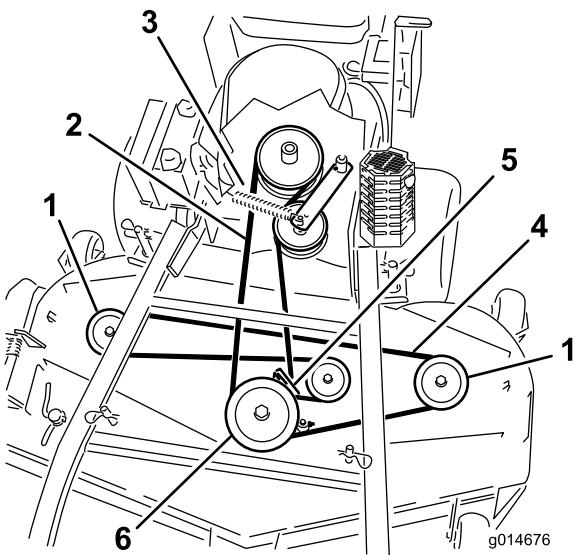
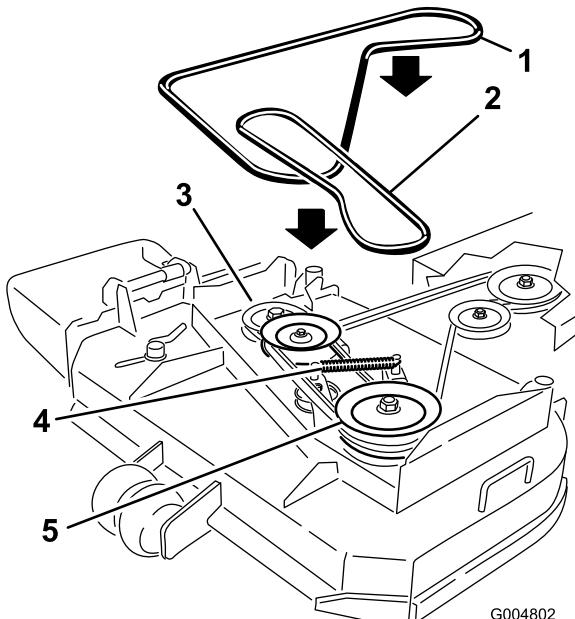

Figure 50
Figure 51
- Décrochez le ressort du bras de la poulie de tension pour réduire la tension sur le bras et la poulie de tension, puis enlevez la courroie usagée (Figure 50 ou Figure 51).
- Placez une courroie neuve autour des deux poulies d'axe extérieures, de la poulie de tension et dans la gorge inférieure de la poulie d'axe double (Figure 50 ou Figure 51).
- Raccrochez le ressort du bras de tension (Figure 50 ou Figure 51).
- Réglez l'écartement entre le guide et la courroie à 3 mm (1/8") (Figure 50 ou Figure 51).